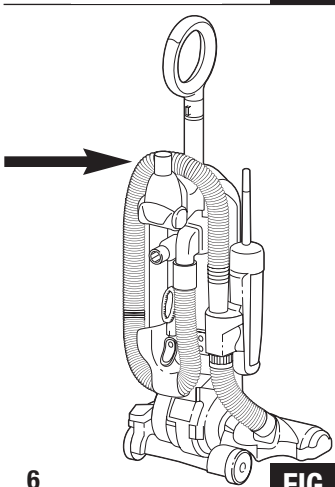

FIG. 4
- Step 6:** Place the hose on the back of the vacuum, wrapping it up and over the hose hook as shown (FIG. 4).
Étape 6 : Insérez le tuyau à l'arrière de l'aspirateur, en le posant sur le crochet du tuyau comme indiqué sur le dessin (FIG. 4).
Paso 6: Coloque la manguera en la parte trasera de la aspiradora, envolviéndola por arriba y sobre el gancho de la manguera como lo muestra la ilustración (FIG. 4).